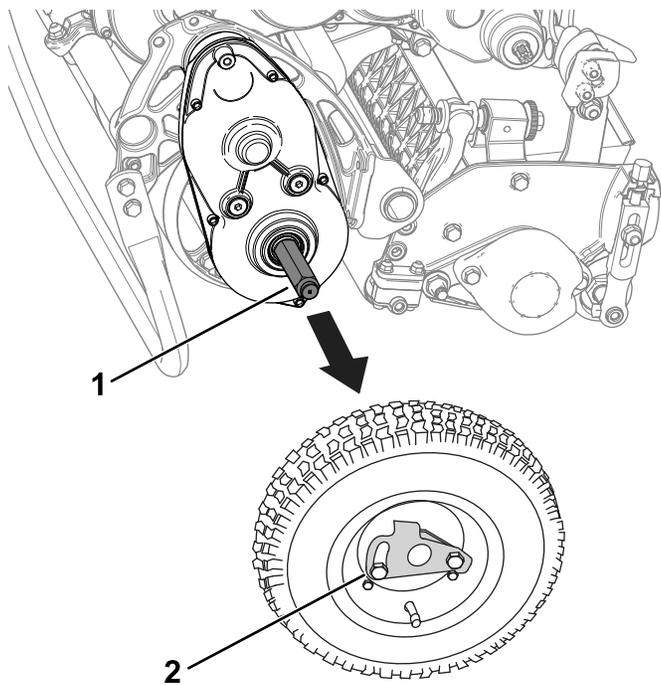

Figura 16
3. Rimuovete le ruote di trasferimento spingendo le clip di bloccaggio delle ruote fuori dagli assali (Figura 16).